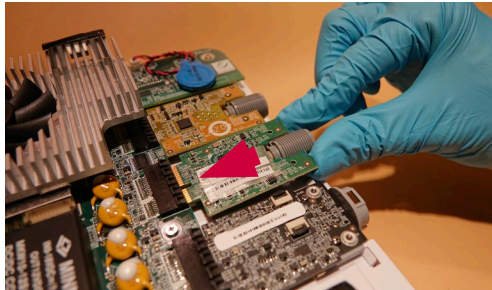

Figura 18 Introduceți o nouă placă VDI.
c) Introduceți noua placă VDI în conectorul plăcii principale (Figura 18)